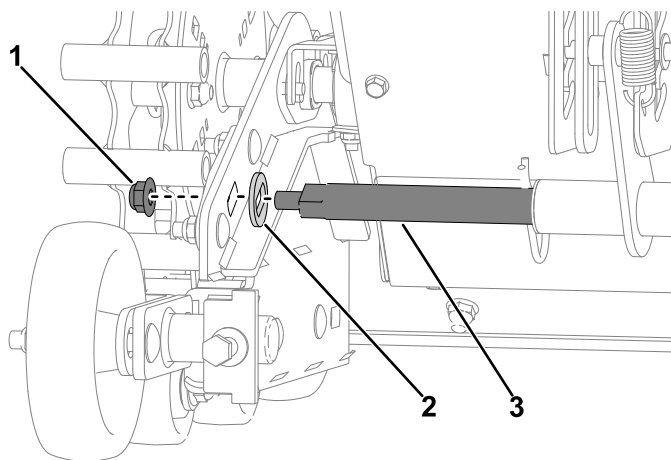

Bild 31
- Montieren Sie die beiden Spezi­alscheiben auf der Gelenkstange in der Gelenknabe. Montieren Sie die Gelenkstange mit den Spezi­alscheiben an den Raupenkett­en und der Gelenkplatte und befestigen Sie diese mit zwei neuen Sicherungsmuttern ($\frac{3}{8}$ ") (**Bild 31**).